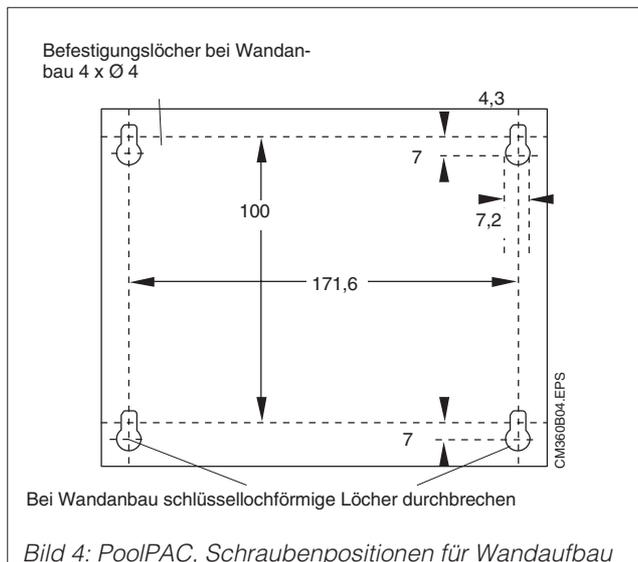

Bild 4: PoolPAC, Schraubenpositionen für Wandaufbau
- Gerät an die Wand halten und Schraubenpositionen anzeichnen oder gemäß Bild 4 festlegen.